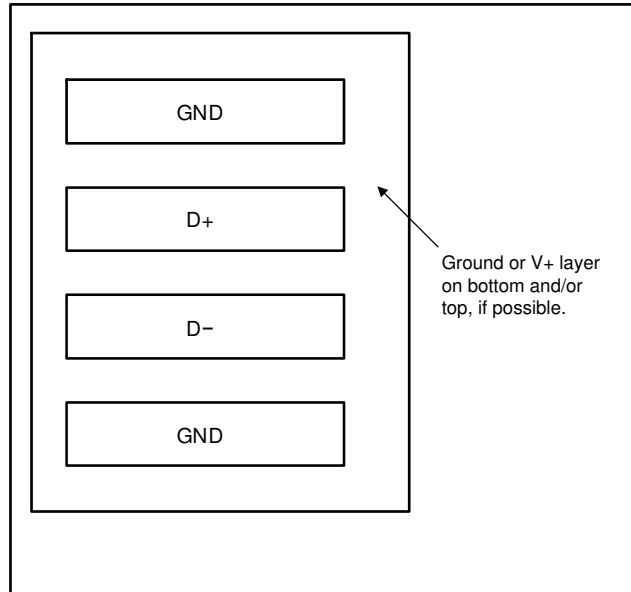

图 9-10. 示例信号布线
- 将 D+ 和 D- 布线紧密相邻，并使用接地防护布线屏蔽相邻信号的布线，如 图 9-10 所示。如果使用多层 PCB，请将这些布线埋在大地图面或 VDD 平面之间，从而屏蔽平面，以免受到外部噪声源的影响。TI 建议使用 5mm (0.127mm) PCB 布线。